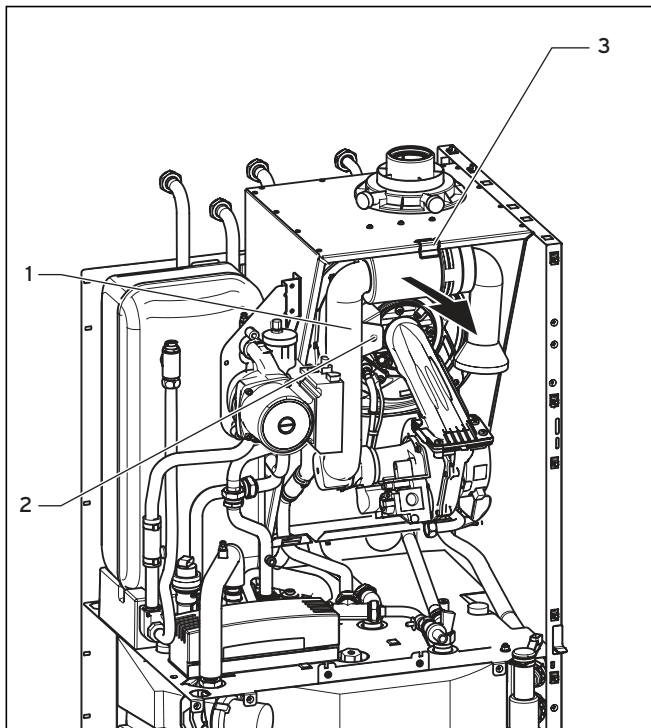

Рис. 6.4 Откидывание всасывающей трубы
- Снова откиньте вверх удлинитель всасывающей трубы (1, Рис. 6.4).
- Закрепите удлинитель всасывающей трубы (1, Рис. 6.4).